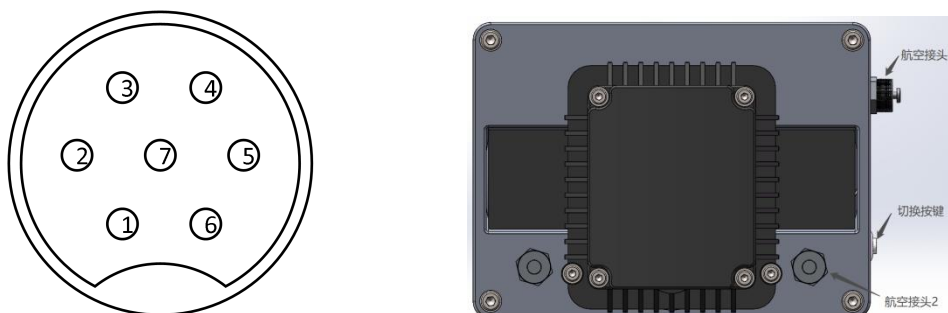

图 10 航空插座与端子示意图
- (1) 流量计检定时为防止干扰应将图 10 所示航空插座第 6 脚 DGND (棕色输出线) 与外壳接地端子短接；
- (2) 如线性超差，可通过配套计算机软件和 RS485 通信接口进行非线性修正设置 (最多为 8 段) 以满足示值误差要求；
- (3) 流量计具有零点自动跟踪功能,为保证零点跟踪准确,在流量计安装到检定台位并接上+24Vdc 电源后应在零流量下保持 60s 左右再进行检定。
- (4) 流量计检定后,应通过配套计算机软件和 RS485 通信接口将高区平均仪表系数输入到流量计中。